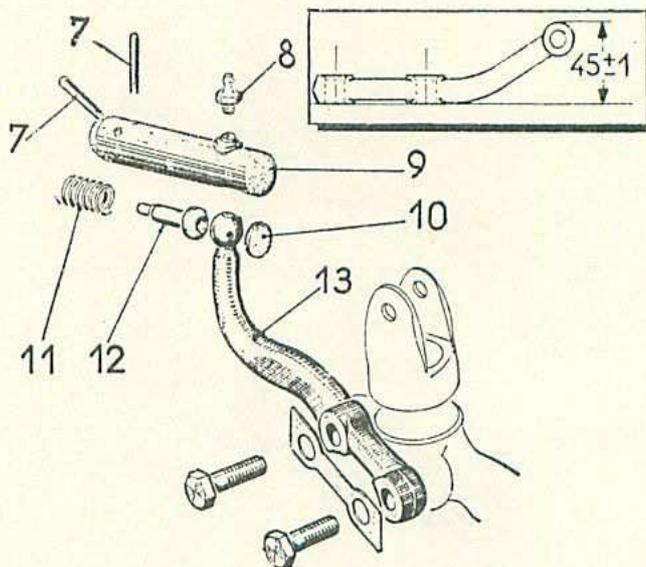

Fig. 55. — Contrôle d'un levier de direction.
• Déposer les goupilles (7) (fig. 55), dégager le levier (13), sortir le ressort de bielle (11), le coussinet intérieur de rotule (12), le coussinet extérieur (10), déposer le graisseur Técalémit (8) fixé sur la tête de la bielle (9).
• Vérifier si le levier n'est pas faussé en le posant, à plat, sur un marbre (fig. 55) et en mesurant la cote comprise entre la face d'appui sur le pivot et le sommet de la rotule. Cette cote est, normalement, de  $45 \pm 1$  mm.